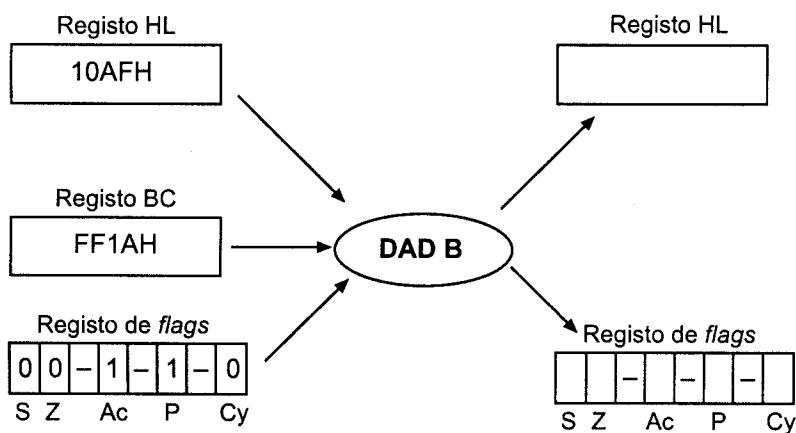

Figura 4
2. Na figura 4 estão indicados os conteúdos hexadecimais dos registos **HL** e **BC**, assim como a situação das *flags* do registo de estado, antes da execução da instrução **DAD B**.